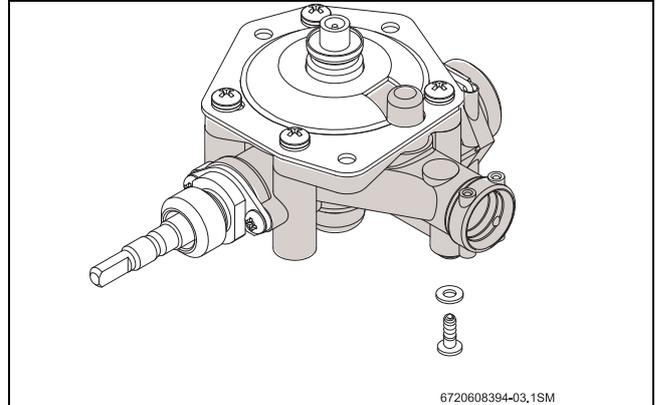

Fig. 9 Purge
- ▶ Dévisser le vis de vidange (voir Fig. 9). Après la vidange totale des conduites et de l'appareil, monter le vis de vidange et fermer les robinets d'eau chaude.